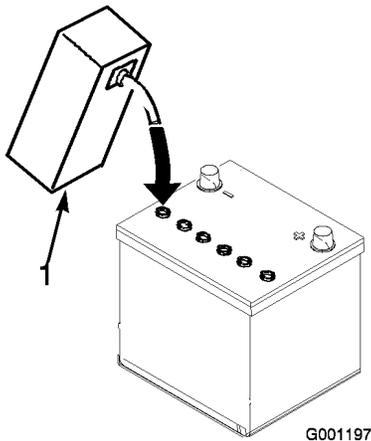

Figura 9
3. Riempite con cautela ciascun elemento finché il livello dell'elettrolito non copre le piastre con 6 mm circa di fluido (Figura 9).
4. Attendete circa 20 o 30 minuti perché le piastre assorbano l'elettrolito. All'occorrenza rabboccate finché l'elettrolito non è a 6 mm circa dalla base della tazza di riempimento (Figura 9).